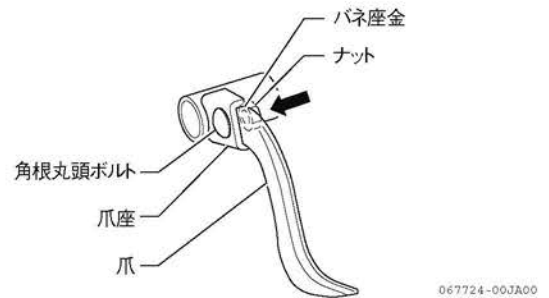

図 4-30
- 耕うん爪取付ボルト (各爪座) (図 4-30、図 4-31)